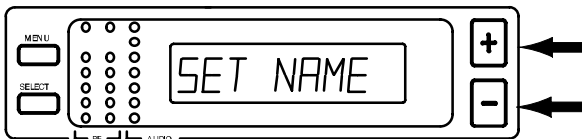

FIGURA 22
2. Oprima el botón “+” o “-” hasta llegar a la indicación “SET NAME”, mostrada en la Figura 22.